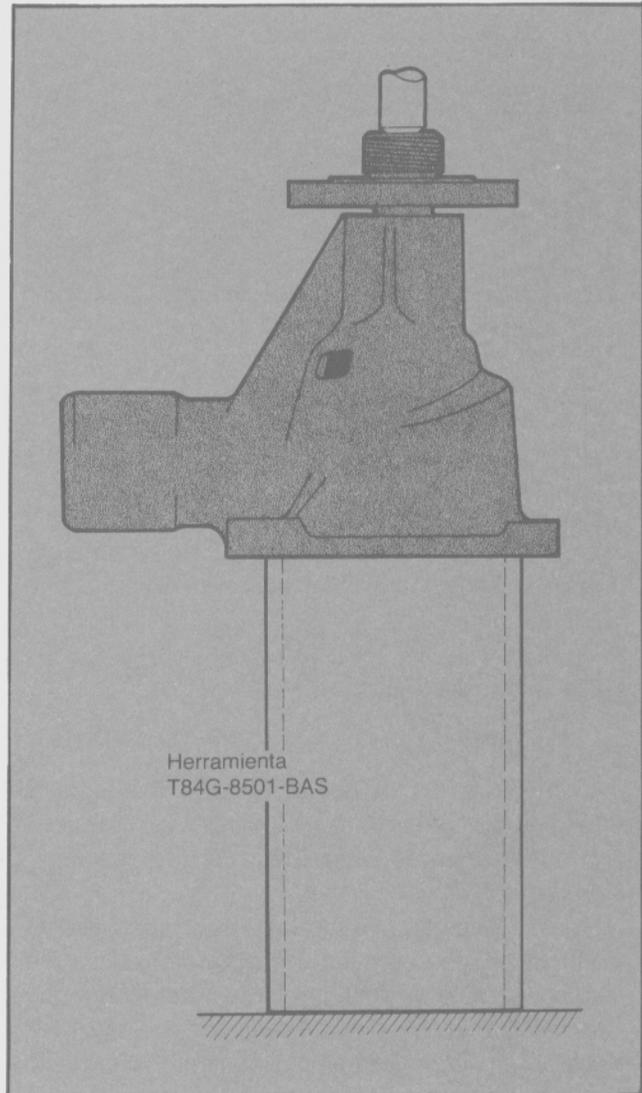

Fig. 24 - Extracción del eje y rotor.
- Colocar la bomba sobre la herramienta T84G-8501-BAS y mediante una prensa extraer el conjunto eje-rotor, quedando separadas simultáneamente el cuerpo y el acople roscado del embrague de ventilador (Fig. 24).